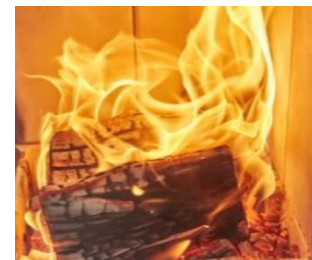

Fig. 8: Flammenbild
- Sobald nach einigen Minuten die Holzscheite rundherum gut angebrannt sind (*siehe Fig.8*), Verbrennungsluftklappe um ca. 50 % schließen (Regler auf Mittelstellung bringen – *siehe S.1 / Fig.2*) bzw. die Drosselklappe, sofern vorhanden, um 50 % schließen (Griff nach links – *siehe Fig.6*).